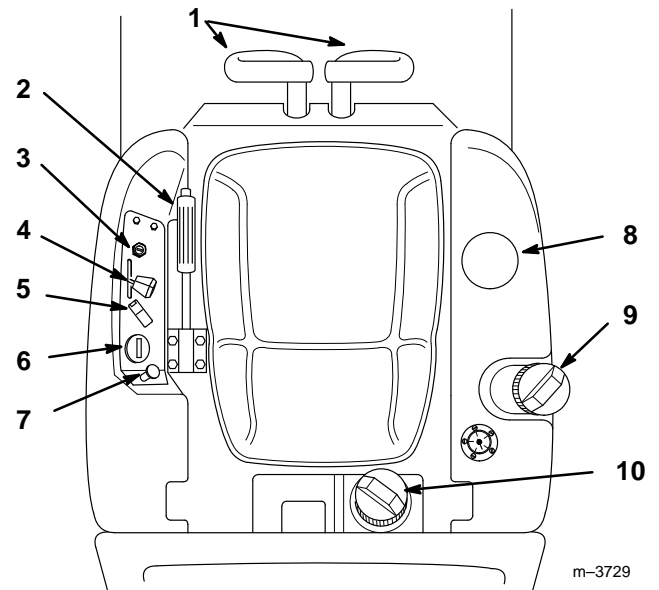

Figure 1
Avant de mettre le moteur en marche et d'utiliser la machine, familiarisez-vous avec toutes les commandes (Fig. 1).
1. Mettre les leviers de traction au point mort (Fig. 1).